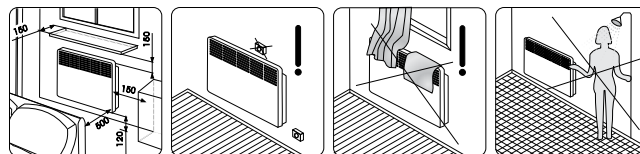

Рис. 3
**Установка конвектора на стену (рис. 3, 4)** - размеры указаны в миллиметрах.
3. В соответствие с рис. 3,4 и таблицей 1 определите место установки конвектора с соблюдением минимальных расстояний от предметов и минимального расстояния от пола.